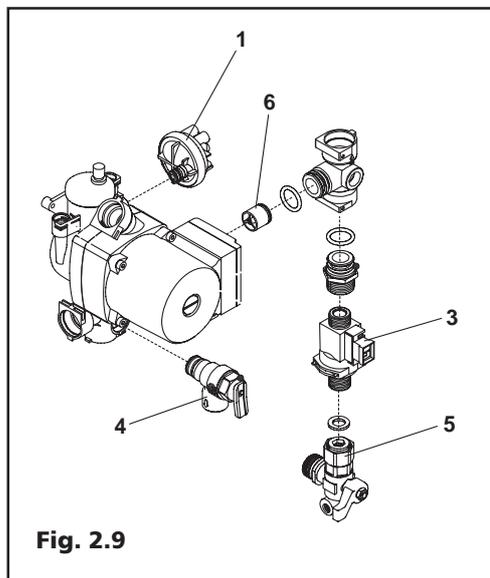

Fig. 2.9
**1) Pressostato acqua (Fig. 2.9):** dispositivo in grado di rilevare la presenza o meno di pressione nell'impianto di riscaldamento. Lavora in modo ON-OFF e ha il compito di verificare che la caldaia sia sottoposta ad una pressione minima di 0,45 bar.